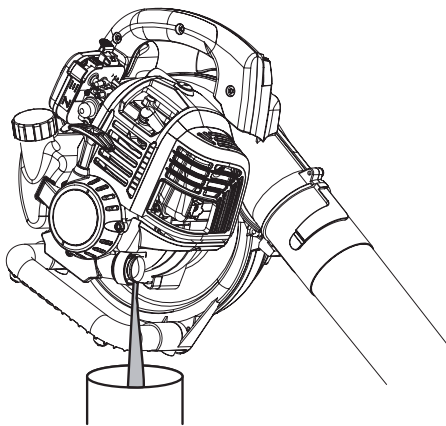

Fig. 11
3. Inclíne la herramienta verticalmente para verter el aceite desde el orificio de llenado de aceite en un recipiente (Fig. 11). Deje tiempo suficiente para que se vacíe completamente.